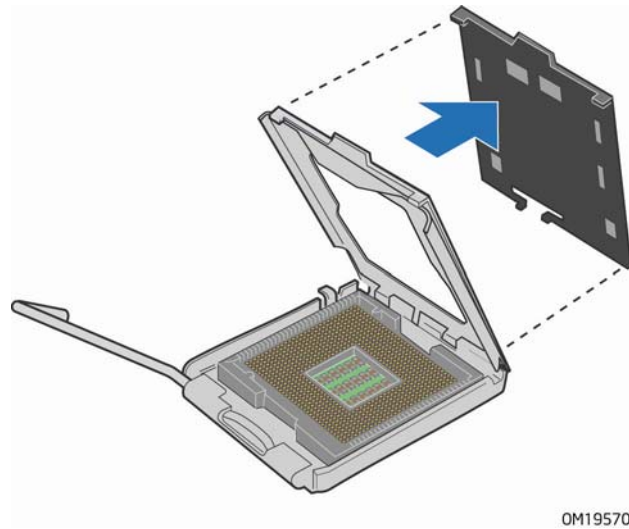

图 8. 拆卸插座保护罩
4. 从压板上取下插座的塑料保护罩（参见图 8）。请勿将插座保护罩丢弃。每当从插座中拆除处理器后，总要把插座保护罩重新盖好。